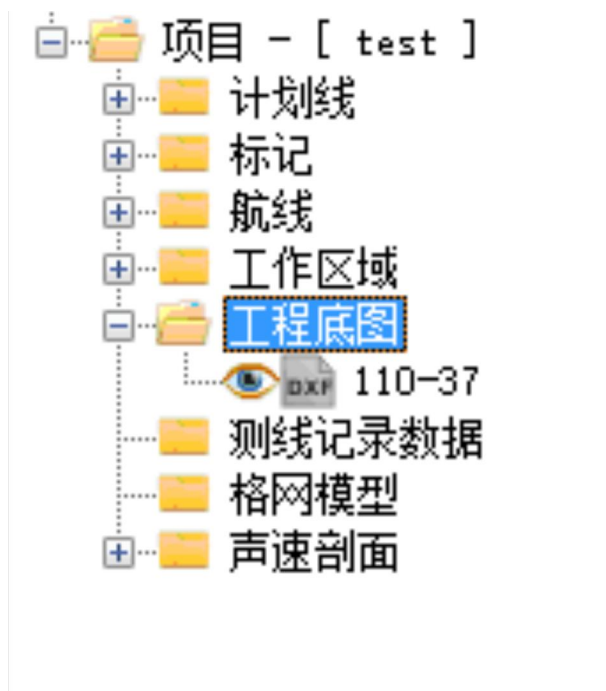

图 10.7 图形文件
(1) 方式一，选择主菜单“文件”→“导入工程底图 (*.DXF)”，在弹出的打开文件对话框，选择需要导入的图形文件。
(2) 方式二，在“文件管理器”视图，选择“工程底图”文件夹，点击右键，选择“导入文件”菜单项，在弹出的打开文件对话框，选择需要导入的图形文件。如图 10.7 所示。